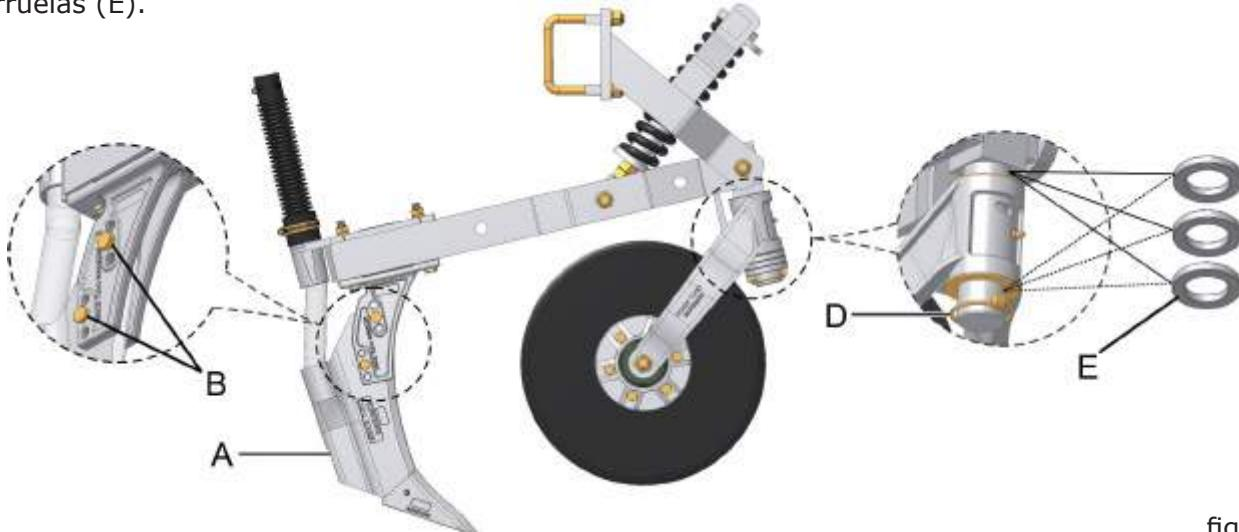

fig. 32
A posição do sulcador poderá ser regulada no sentido vertical. Para isto basta liberar o facho sulcador (A) (fig. 32) e mudar a profundidade de sulco mudando a posição dos parafusos (B). A posição do disco de corte (C) também pode ser regulada no sentido vertical, e para fazê-la, é necessário retirar o pino trava (D), e mudar a altura do disco de corte, mudando a posição das arruelas (E).